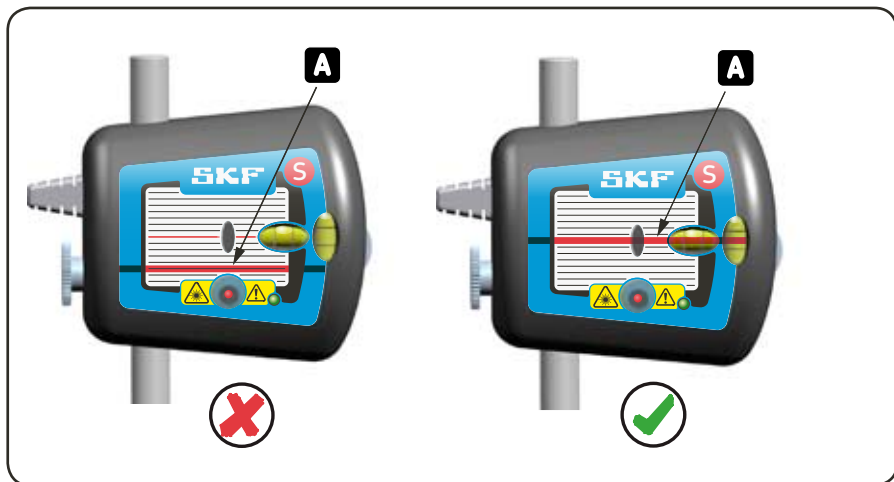

Fig. 9. Atteindre la cible
- b) Diriger les rayons laser de telle manière qu'ils atteignent le milieu de la cible de l'appareil de mesure opposé (fig. 9).